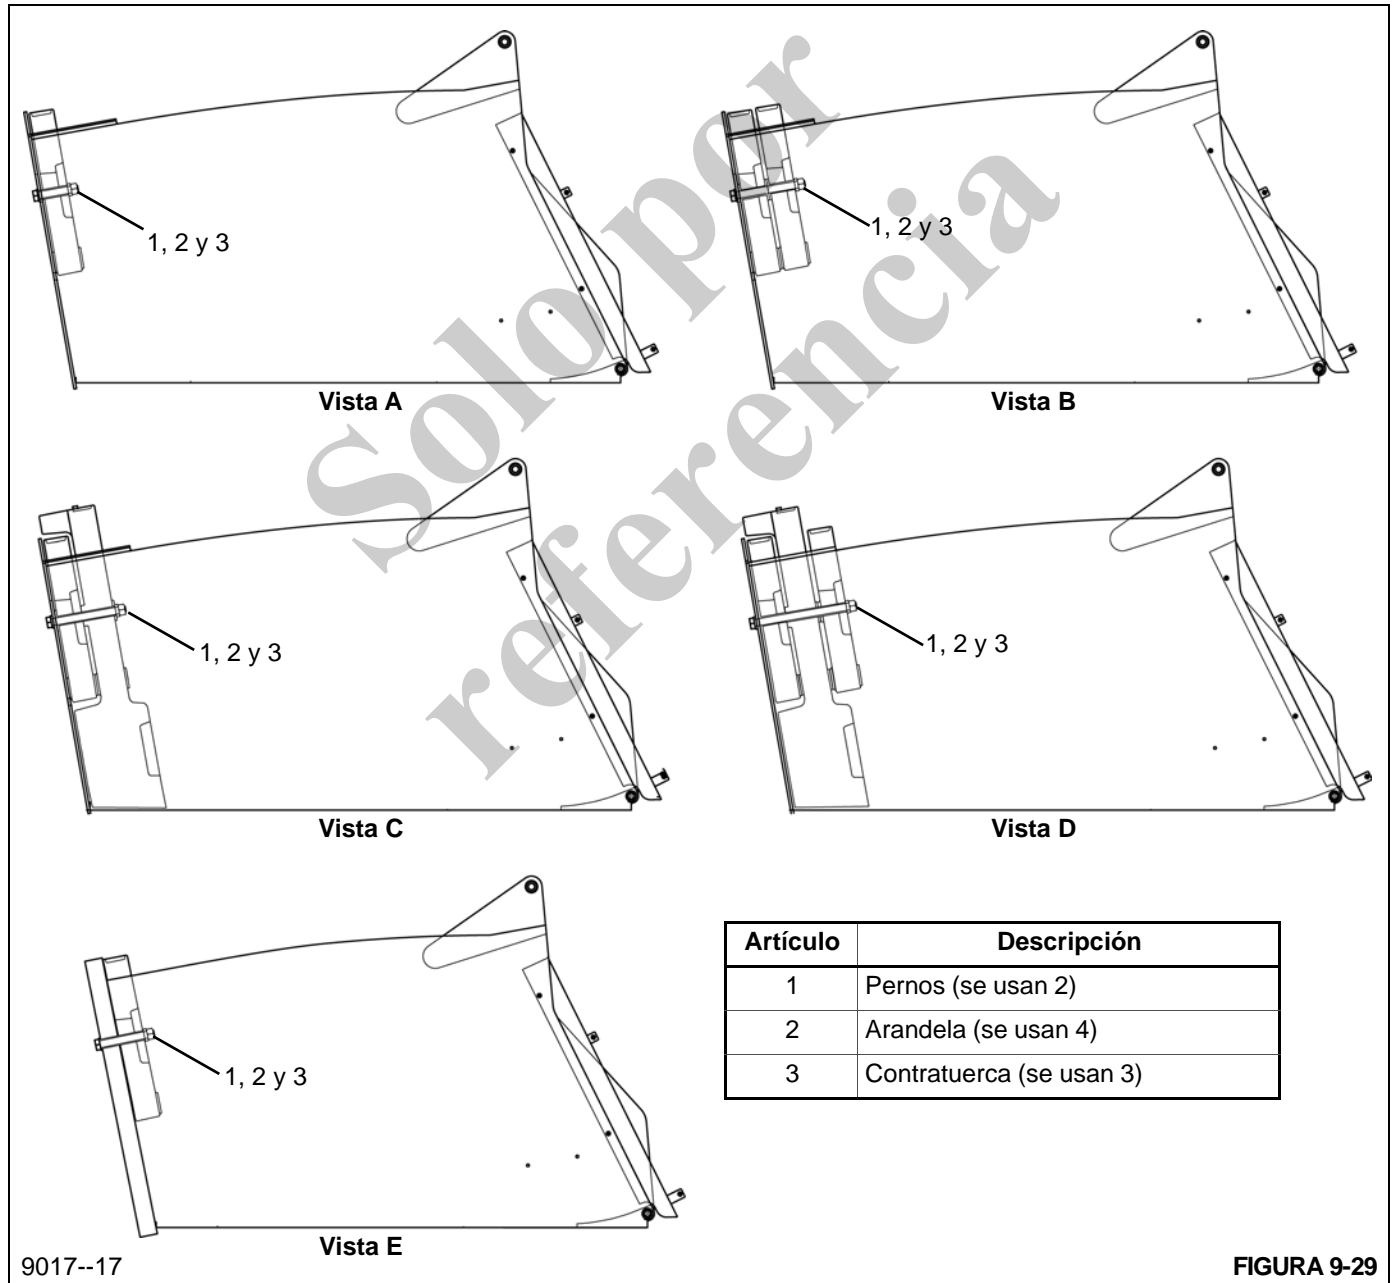

FIGURA 9-29
Cada grúa modelo NBT40-1 y NBT45-1 está equipada con una combinación diferente de contrapesos retirables. Vea la Figura 9-29 y la tabla para la combinación correcta de contrapesos de la grúa.
Use solamente las combinaciones de placas de contrapeso que se muestran en la siguiente Tabla 9-4 de contrapesos y en la Figura 9-29.
Se pueden producir lesiones graves o la muerte si se eleva un peso sobre la capacidad nominal de la grúa o si se usa una combinación de pesos no indicada en la Tabla 9-4 y en la Figura 9-29.
4. Quite los dos pernos (1, Figura 9-29), las arandelas (2) y las contratuercas (3) que aseguran el contrapeso a la pieza soldada de soporte de la grúa. Eleve y quite el contrapeso de la grúa.
4. Con el dispositivo de levante todavía conectado, alinee los dos agujeros del contrapeso y la pieza soldada de soporte de la grúa e instale los pernos (1, Figura 9-29), las arandelas (2) y las contratuercas (3).